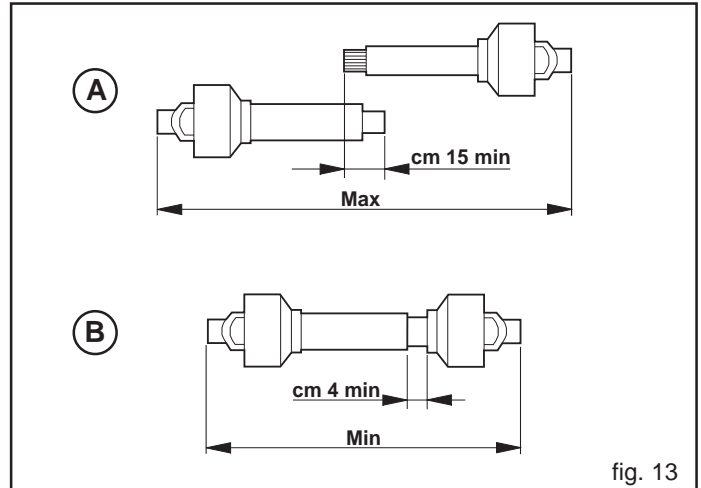

fig. 13
- Quando l'albero cardanico è sfilato al massimo, i due tubi devono sovrapporsi per almeno 15 centimetri (A Fig. 13). Quando esso è inserito al massimo, il gioco minimo consentito deve essere di 4 centimetri (B Fig. 13).